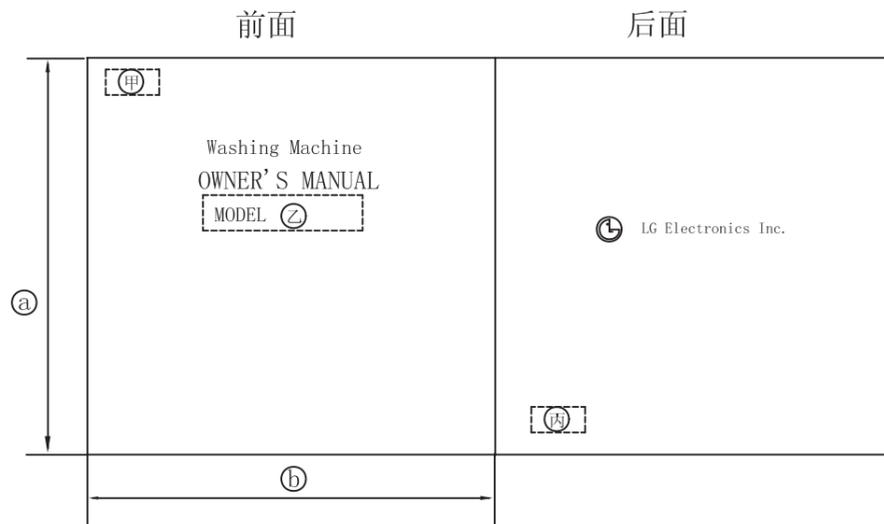

FIG. 2 (标题)
- 2) OEM BRAND (FIG. 2): *表纸-1: BLACK